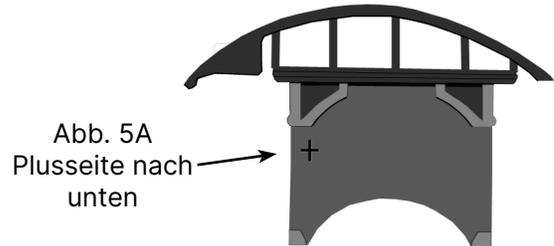

Abb. 5A
4. Die neue Batterie mit der Plusseite zu dem in Abb. 5A dargestellten Plusymbol am Batteriefachweisend einsetzen.